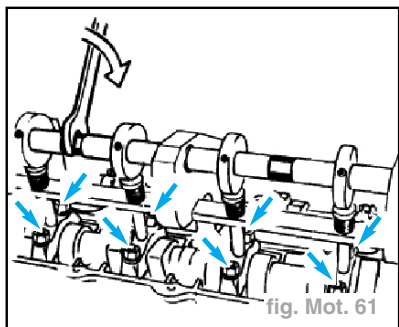

fig. Mot. 61
- Faire tourner l'excentrique pour soumettre les chapeaux de palier à une contrainte et déposer les écrous de paliers. (fig. Mot. 61)
- Faire tourner l'excentrique et reposer les chapeaux de palier, les serrer au couple. (fig. Mot. 61)